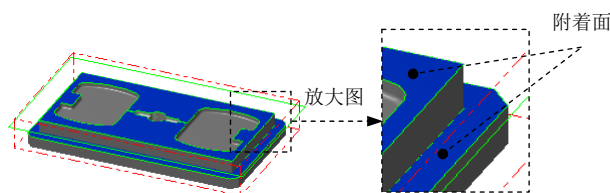

图 20.13 定义附着面
Step1. 绘制边界。选择下拉菜单 **绘图(C)** → **曲面曲线(V)** → **所有曲线边界(A)** 命令，选取图 20.13 所示的面为附着曲面，然后在“标准选择”工具栏中单击 按钮，再单击 按钮。